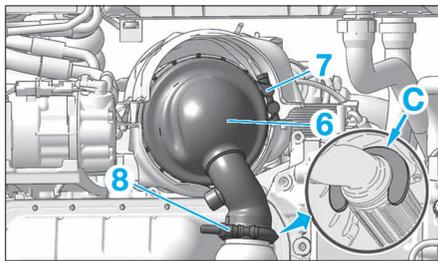

FIG. 74
- Intercaler la cale de positionnement du flexible d'échappement ( En "c" ) (Fig.74).